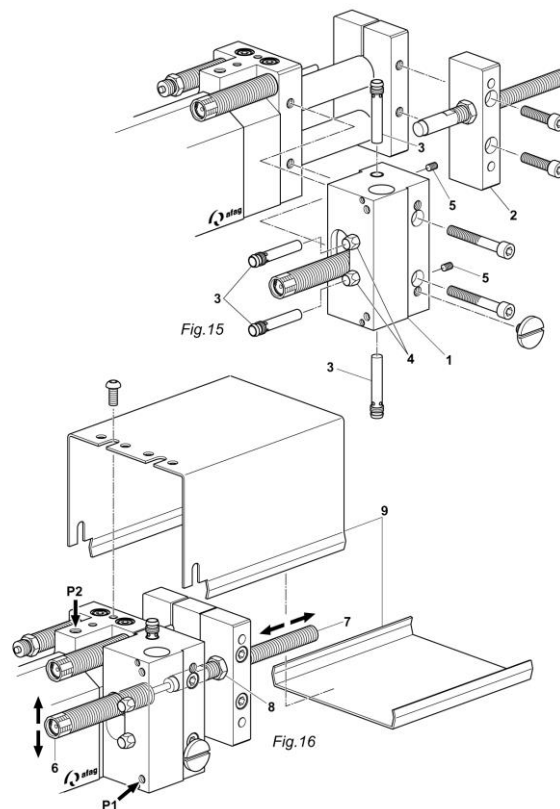

Fig. 13 Variantes de montage avec protège-mains "étroit" ou "large"
1. Monter le module de butée intermédiaire ZA 32 (Fig. 13, 1) et le module de barre de butée arrière (Fig. 13, 2) sur le LM 32.
2. Déplacer les initiateurs (Fig. 13, 3) pour ajuster leur position.
3. Ensuite, fixer les initiateurs avec le support d'initiateur (Fig. 13, 4) ou les goujons filetés (Fig. 13, 5).
- L'amortisseur (Fig. 13, 6) se déplace en position haute.
- La barre de butée (Fig. 13, 7) se déplace vers la gauche jusqu'à la limitation par l'amortisseur (Fig. 13, 6).
6. Desserrer le contre-écrou (Fig. 13, 8) et régler la position intermédiaire en vissant ou dévissant la barre de butée (Fig. 13, 7).
7. Bloquer la barre de butée avec le contre-écrou (Fig. 13, 8).
8. Monter le protège-main (Fig. 13, 9).